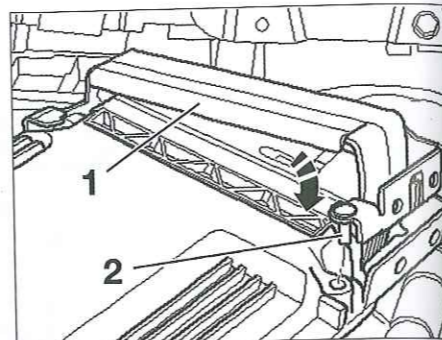

Fig. 28
- colocar la pinza de seguridad (1) sobre los conectores.
- guiar el perno (2) hasta el tope en el alojamiento de la caja del calculador (Fig.28).